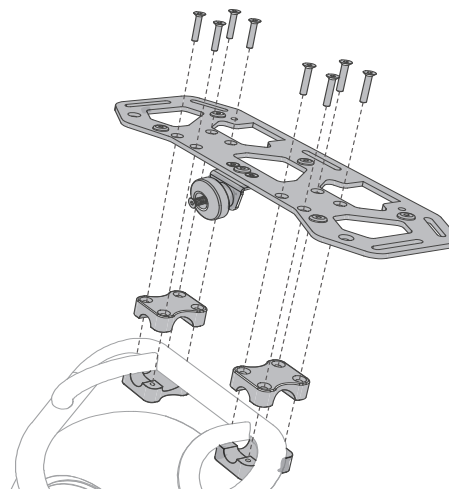

Figura 7. Installazione dei morsetti di carico e della piastra di carico
4. Posizionare i morsetti di carico sul telaio di carico inferiore i2 SE, come mostrato. I morsetti filettati devono essere nella parte inferiore del telaio di carico inferiore i2 SE. Vedere **Figura 7**.
5. Posizionare la piastra di carico in modo tale che si allinei con i morsetti di carico come indicato nella **Figura 7**.